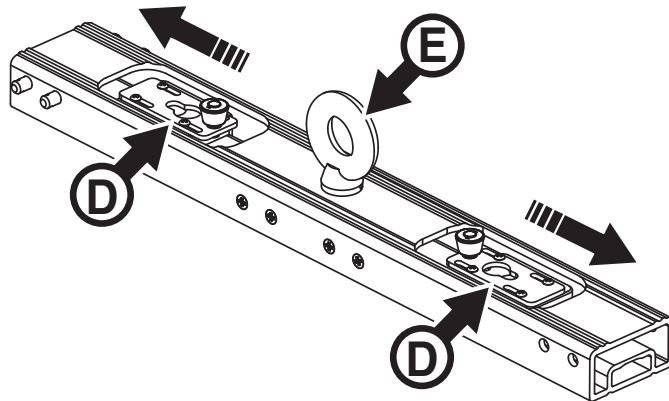

Bild 11: Öffnen der Riegel, Single Header
3. Siehe Bild 11. Schieben Sie die Riegel **D** des Headers *nach außen*, weg von der zentralen Hebeöse **E**.